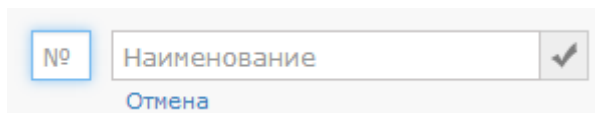

Рисунок 9.66 — Добавление уровня управления
2. Укажите номер и наименование уровня управления (рисунок 9.66). Нажмите на кнопку **Добавить уровень управления** .